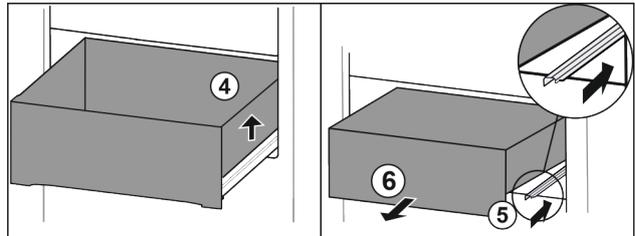

Fig. 22
- ▶ Schubfach rechts anheben. Fig. 22 (4)
- ▶ Rechte Schiene einschieben. Fig. 22 (5)
- ▶ Schubfach nach vorne entnehmen. Fig. 22 (6)